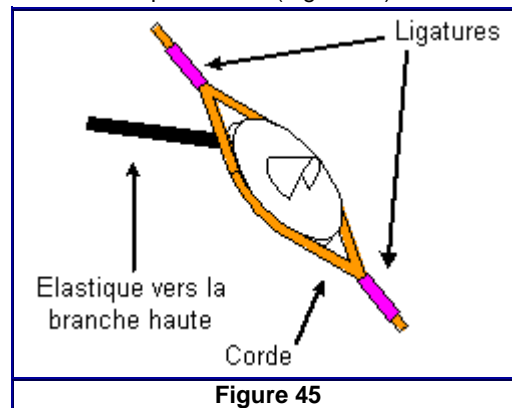

Figure 45
- Pour la mettre en place il suffit de la coincer **entre les brins** de corde à hauteur de l'œil et de faire des placements à l'allonge pour le positionner exactement à l'endroit désiré. Une fois trouvé cet emplacement, on **ligature** solidement la corde au-dessus et en dessous de la visette sur laquelle on aura préalablement fait une petite encoche en regard de laquelle, sur la corde, on fera un repère à l'encre pour surveiller un éventuel déplacement. (Figure 45)